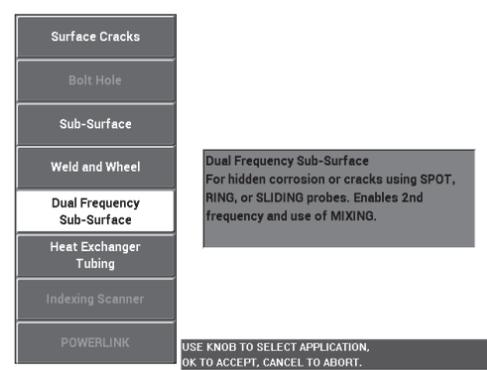

Figura 5-115 Aplicación de grietas subsuperficiales por frecuencia dual
2. Pulse una sola vez la tecla de menú ADV SETUP (), después, seleccione el parámetro **APPL SELECT** (tecla de función A) para abrir el menú de selección de aplicaciones. Seleccione la opción **Dual Frequency Sub-Surface** (grietas subsuperficiales con frecuencia dual); después, pulse la tecla  para aceptar la selección. Vea la Figura 5-115 en la página 228.